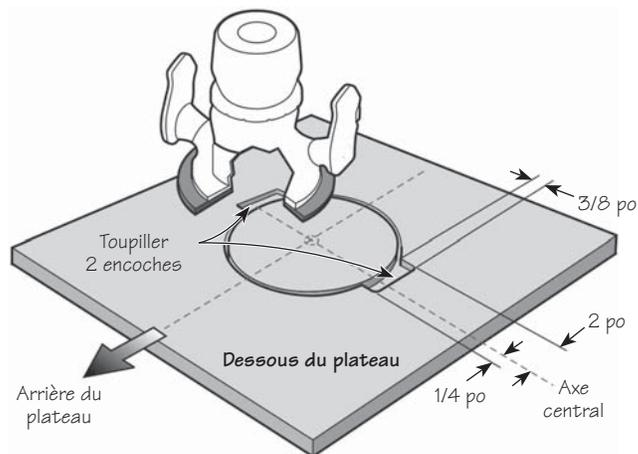

Figure 3 : Découpage des encoches sur le dessous du plateau
5. Pour que la semelle puisse passer dans le trou du plateau, faire deux encoches dans ce qui deviendra le rebord de soutien de la semelle. Pendant que le plateau est encore retourné, tracer l'emplacement des encoches comme le montre la **figure 3**. Celles-ci doivent mesurer 2 po de